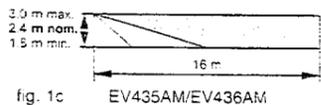
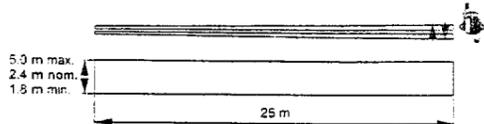
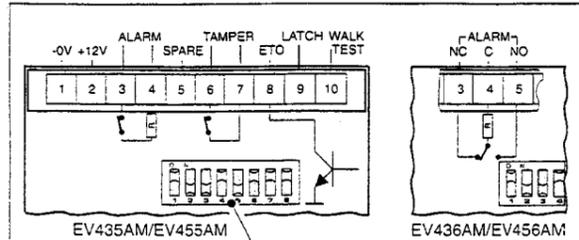

fig. 1c
fig. 1e
fig. 2
- Sélectionner les options à l'aide des commutateurs comme indiqué (fig. 2).
- Remettre le module électronique ③ en place et raccorder le détecteur comme indiqué (fig. 2).
- Replacer le couvercle ② introduire la vis ④ et replacer la plaque de protection ①.
- Monter le détecteur à une hauteur comprise entre 1,8 et 3,0 m pour les modèles EV435AM/EV436AM (fig. 1c) et entre 1,8 et 5,0 m pour les modèles EV455AM/EV456AM (fig. 1e).
EMPLACEMENT DU DÉTECTEUR (fig. 1c & 1e).
ACTIVATION À DISTANCE DU TEST DE MARCHÉ (fig. 2).